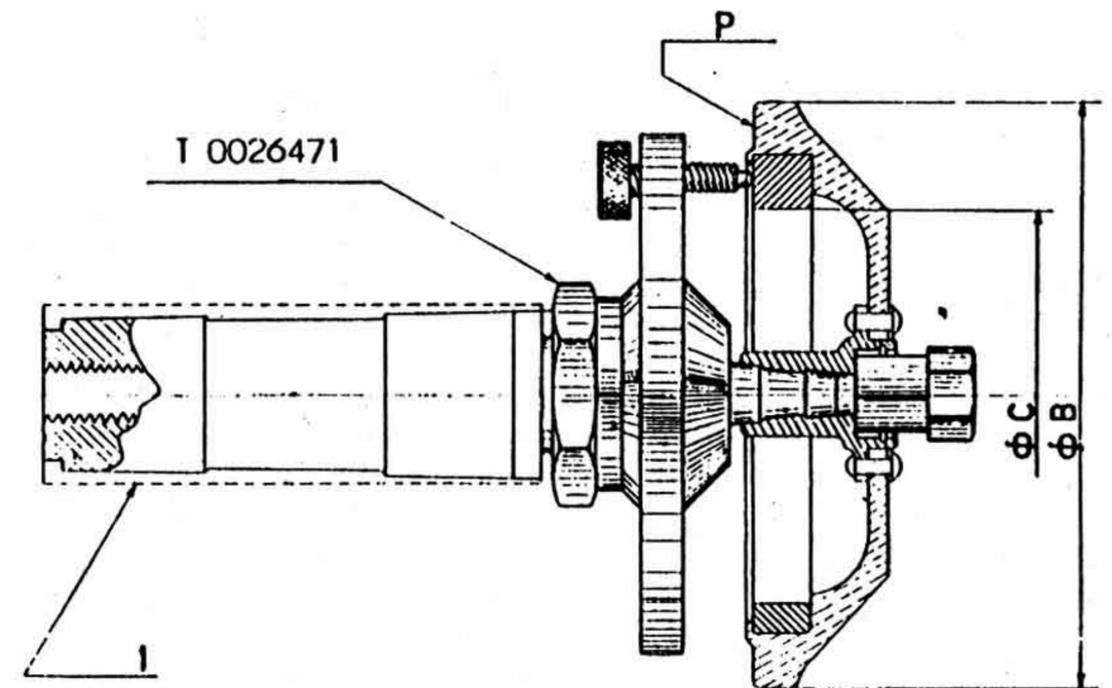

Fig. 23
6. - Avec le mandrin T. 0026471 et un comparateur à cadran (fig. 23) vérifier la concentricité du diamètre « B » et la normalité du plan « P » en rapport de l'axe de rotation.